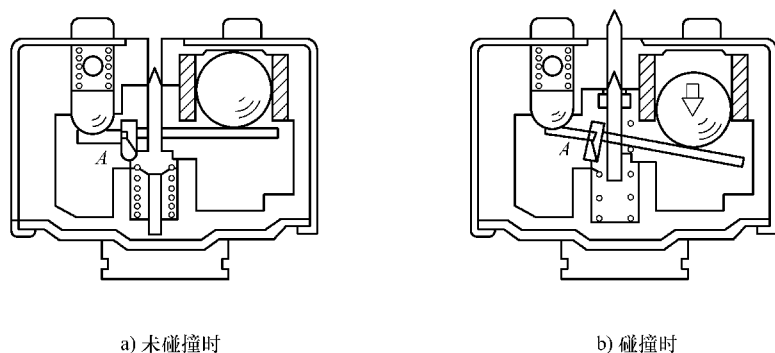

图 7-24 阻尼弹簧式碰撞传感器的工作原理
(2) 工作原理 阻尼弹簧式碰撞传感器的工作原理如图 7-24 所示。
当汽车发生碰撞时，传感器受到一个向后的惯性力作用，传感器内球体在惯性力作用下沿导向筒向下移动（图 7-24 中所示方向），推动触发杠杆绕支点 A 转动，触发杠杆左端压缩弹簧；当冲撞减速度达到一定值时，触发杠杆转动到触发杠杆上的锁止针失去作用的位置，此时引燃高速冲击点火剂而点燃气体发生剂。